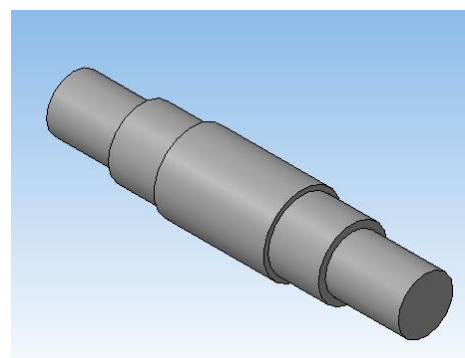

Рисунок 22.
4. В результате получим модель вала (рисунок 22).